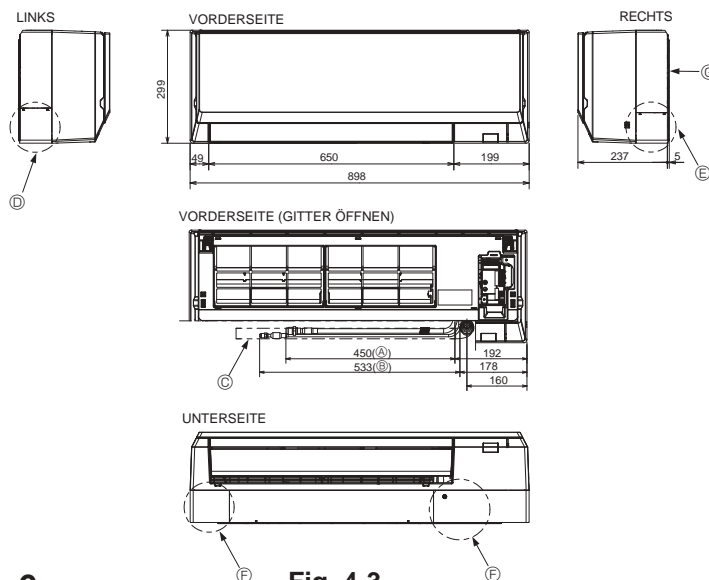

Fig. 4-3
4.3. Anordnung der Kältemittel- und Abbläurohrleitungen (Fig. 4-3)
- G Montageplatte ①